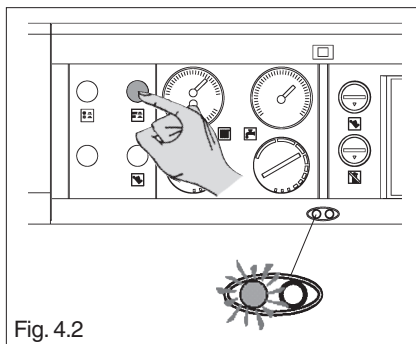

Fig. 4.2
- premere l'interruttore principale del pannello di comando e verificare l'accensione del LED verde di segnalazione (fig. 4.2).